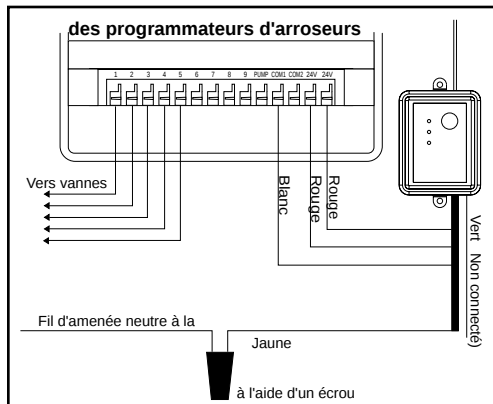

Figure 6: Câblage du minuteur de l'arroseur sans bornes
3. Débrancher le fil neutre de la vanne du minuteur et connectez-le (à l'aide d'un écrou) au fil jaune (normalement fermé) du récepteur de pluie / gel. (voir figure 6)
5. Connectez les (2) fils